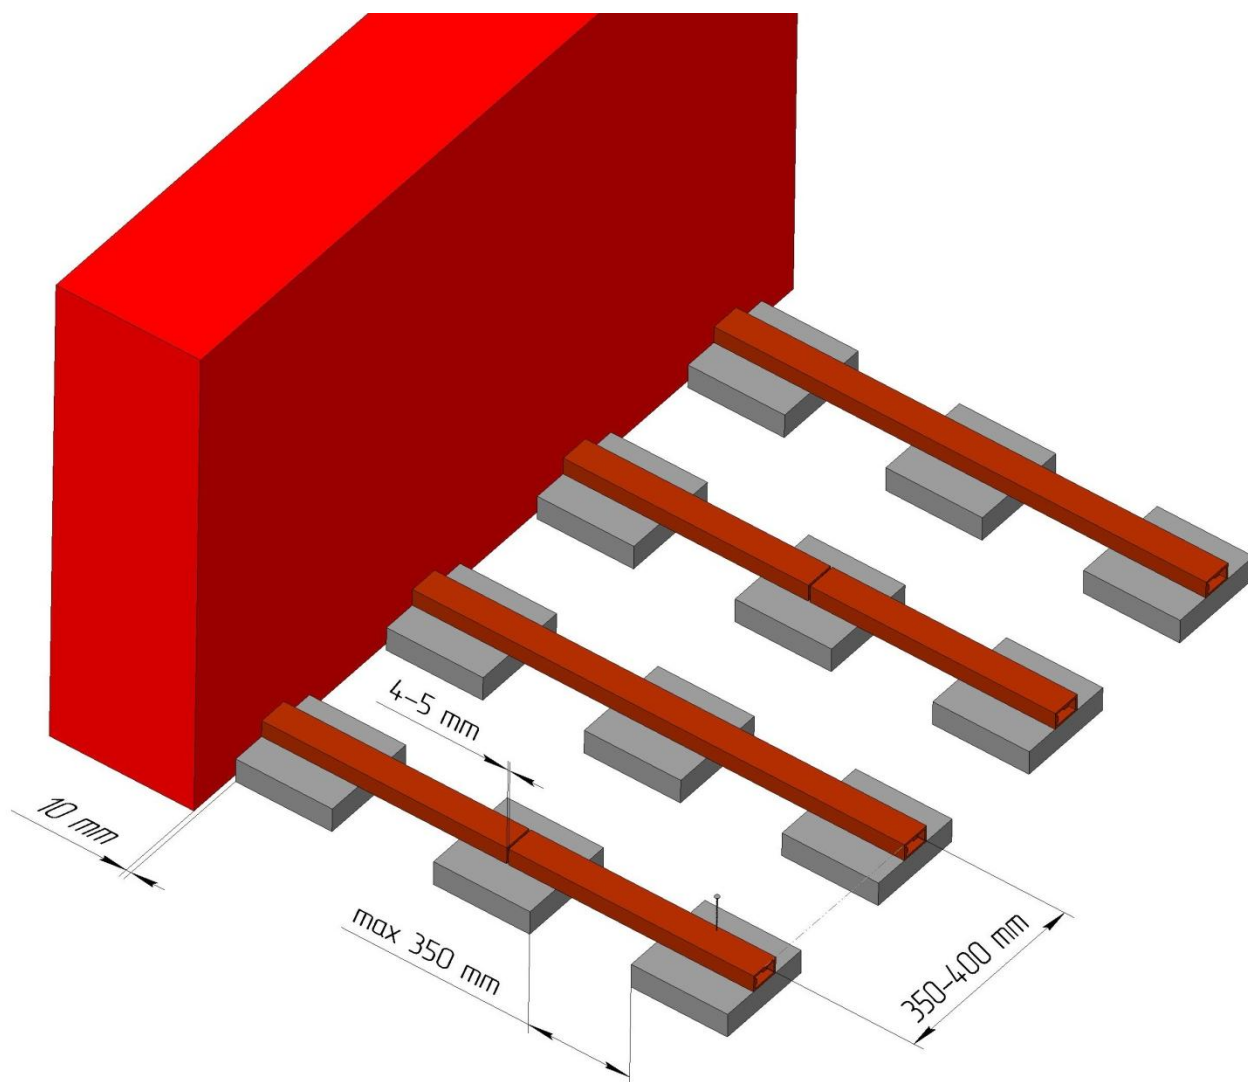

Рис. 1.
4.4. Опорные лаги должны иметь точечную опору. Их непосредственная укладка на грунт, гравийную постель, бетонное основание и т.п. не рекомендуется. Следует обращать внимание на наличие необходимого уклона не менее  $1-1.5^\circ$  в продольном направлении подлежащих укладке террасной доски. Рис. 1